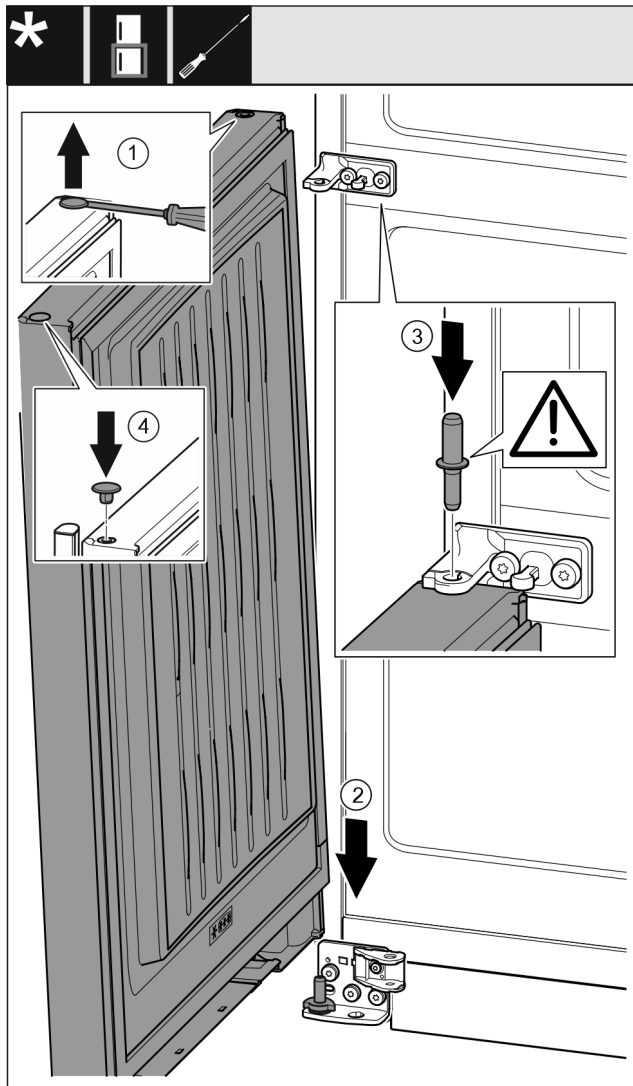

Fig. 41
- ▶ Ridicați cu precauție dopul cu o șurubelniță plată și extrageți-l. Fig. 41 (1)
- ▶ Așezați ușa de sus pe bolțul inferior de lagăr. Fig. 41 (2)
- ▶ Introduceți bolțul central de lagăr prin mijlocul suportului de lagăr în ușa inferioară. Aveți grijă aici ca respectiva camă de cuplare să fie îndreptată către înapoi. Fig. 41 (3)
- ▶ Introduceți dopul pe partea opusă a ușii. Fig. 41 (4)